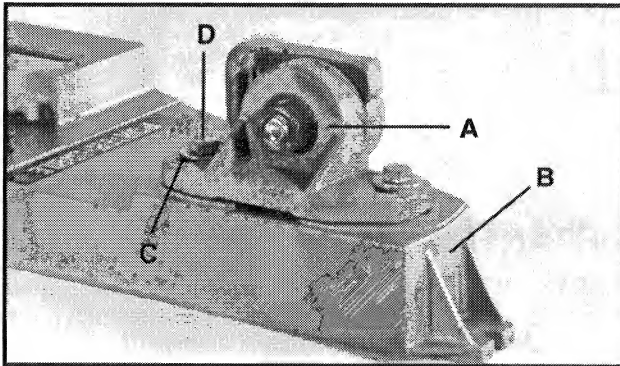

Fig. 2
1. Mettre le sous-ensemble de pivot (A) sur l'embase (B), Fig. 2, de manière à ce que le centre des trous oblongs dans la plaque de montage du sous-ensemble de pivot soient au-dessus du centre des trous oblongs dans l'embase.
2. Mettre les deux rondelles de  $\frac{3}{8}$  po de dia. int. x 1 po de dia. ext. (C), Fig. 2, sur les deux boulons de  $\frac{3}{8}$  po – 16 x  $1\frac{1}{2}$  po de long (D) et enfiler les deux boulons dans le sous-ensemble de pivot (A) et l'embase (B), comme indiqué. Visser les deux boulons dans les deux écrous carrés de  $\frac{3}{8}$  po – 16 qui doivent être positionnés dans les rainures situées sous l'embase (B) en dessous des trous oblongs. Serrer légèrement les boulons (D), Fig. 2.